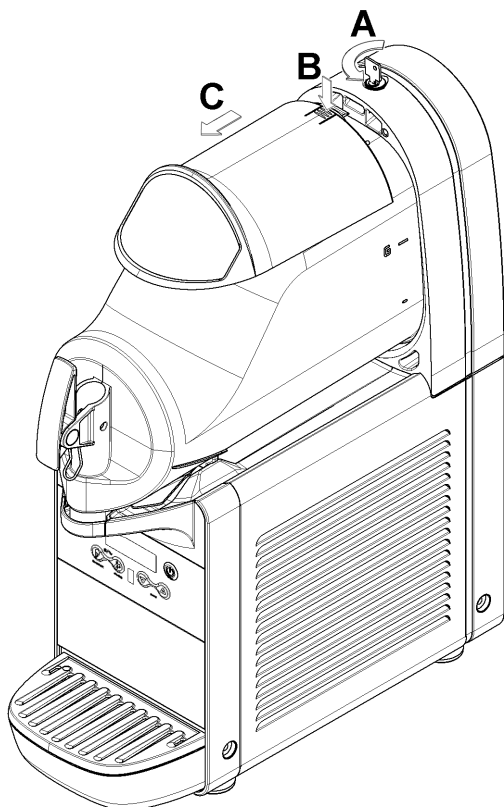

figure 6
**1** Pour enlever le couvercle du bac, appuyer sur la touche supérieure et faire glisser le couvercle vers l'avant du bac. Si le couvercle est équipé d'une serrure de sûreté pour sa fermeture, tourner la clé en sens antihoraire pour déverrouiller la touche d'ouverture (voir figure 6).